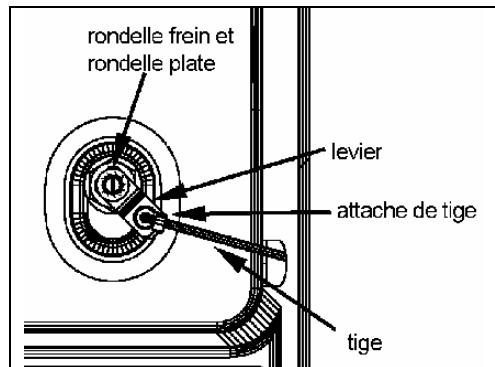

FIGURE 5
1. Du coté intérieur de la porte, détacher la tige. Retirer l'attache de tige et conserver pour réutilisation. Retirer le levier. Dévisser l'écrou qui retient la serrure et retirer la serrure (voir figure 5).